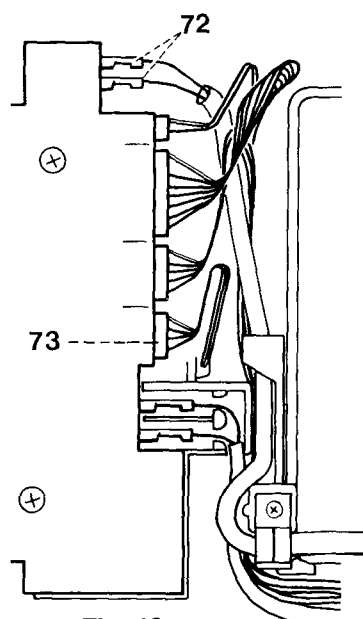

Fig. 49
- Die Vierersteckdose 73 abziehen (siehe Abb. 49).
- Pull out the four-pin connector 73 (Fig. 49).
- Débrancher la fiche à quatre fils 73 (fig. 49).
Fig.49 a